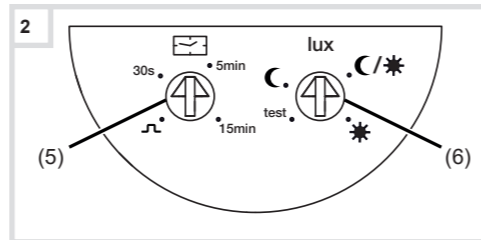

Bild 2: Justeringselement
- Ställ in testläget. Ställ in reaktionsljusstyrkans potentiometer (Bild 2, 6) på läget **test**.
- Vrid potentiometern för reaktionsljusstyrkan (Bild 2, 6) till önskat läge.
- Vrid potentiometern för fördröjningstiden (Bild 2, 5) till önskat läge.